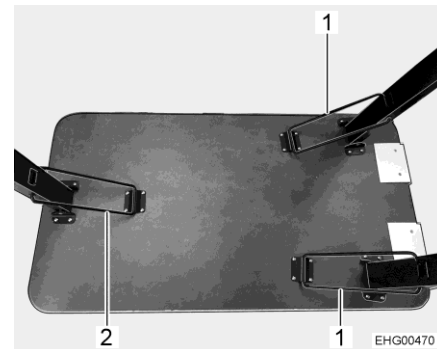

Bild 13 Bord (bordsben utfällt)
- Spärra bordsbenet med bygel (Bild 13,2).
- Spärra alla tre bordsbenen med bygel (Bild 13,1 och Bild 13,2).